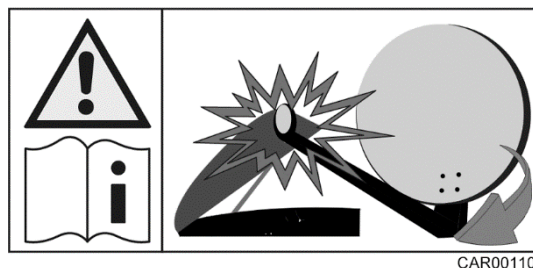

Fig. 54 Autocollant sur le lanterneau
- Avant la mise en service de l'installation satellite, fermer le lanterneau. Observer ce qui est écrit sur l'autocollant (Fig. 54).